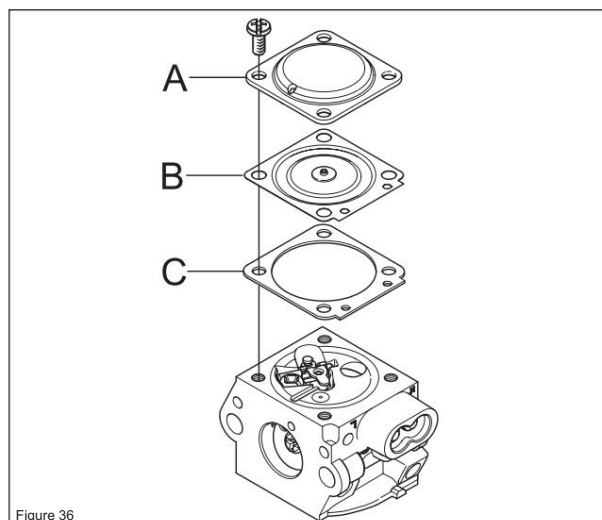

Figure 36
7. Monter la membrane de contrôle (B) avec le joint (C) et couvercle (A) sur le doseur. (voir figure 36)